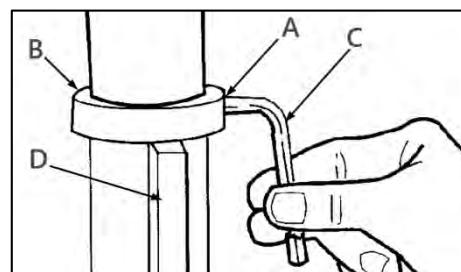

Рисунок 3.
Ослабьте установочный винт (A) (рис. 3) на зажимном кольце (B) при помощи 3 мм шестигранного ключа (C), снимите кольцо (B) и зубчатую рейку (D) с колонны.
Установите зажимное кольцо (B) (рис. 3), затяните установочный винт (A) при помощи шестигранного ключа 3 мм (C), чтобы зубчатая рейка (D) могла перемещаться при повороте стола влево или вправо вокруг колонны. Кольцо должно сидеть на зубчатой рейке свободно, перпендикулярно вертикальной оси. Затяните установочный винт достаточно, чтобы только удерживать кольцо на месте, иначе деталь может сломаться.